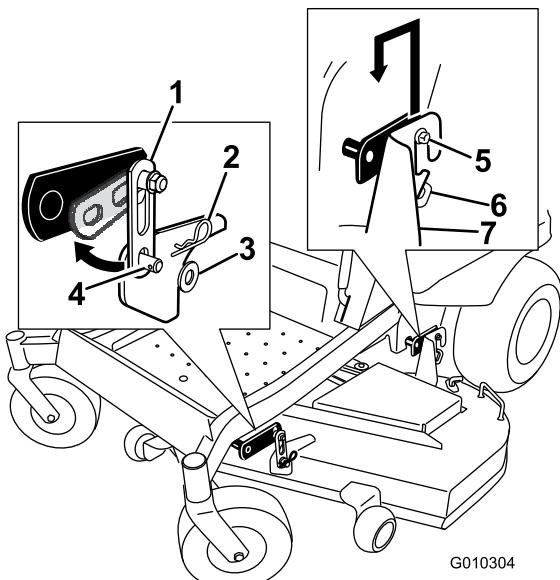

Bild 75
2. Entfernen Sie an beiden Seiten des Mähwerks die Schrauben von den Hängeprofilen des Frontmähwerks (Bild 75).
3. Heben Sie das Mähwerk vorsichtig von den Schrauben des hinteren Hängeprofils ab und senken Sie die Vorderseite des Mähwerks vorsichtig auf den Boden (Bild 75).
- Heben Sie das Heck des Mähwerks an und führen Sie die Hängeprofilhalterungen über die hinteren Hängeprofilschrauben (Bild 75).
- Befestigen Sie die vordere Stütze am Mähwerk an den vorderen Mähwerkhängeprofilen und befestigen sie mit einer Scheibe und einem Splint (Bild 75).